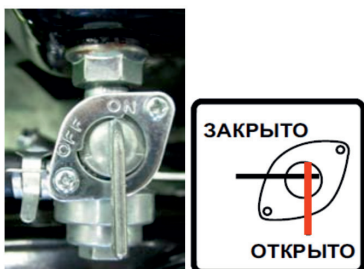

Рис. 10
- Откройте топливный кран (положение «Открыто» или «ON») (рис. 10);